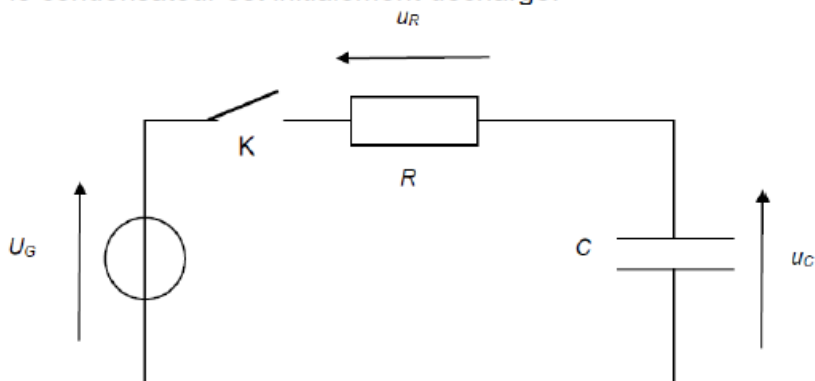

Figure 1. Schéma du montage utilisé pour la charge du condensateur plan
On réalise un circuit électrique représenté en figure 1 comprenant un générateur délivrant une tension continue U_G égale à 666 V, un conducteur ohmique de résistance R de valeur égale à 10 M Ω et le condensateur de capacité C . Un interrupteur K permet de fermer ou d'ouvrir le circuit. À la date $t = 0$ s, le condensateur est initialement déchargé.
- Q1.** Écrire la relation existante entre les tensions u_C , u_R et U_G du circuit de la figure 1.